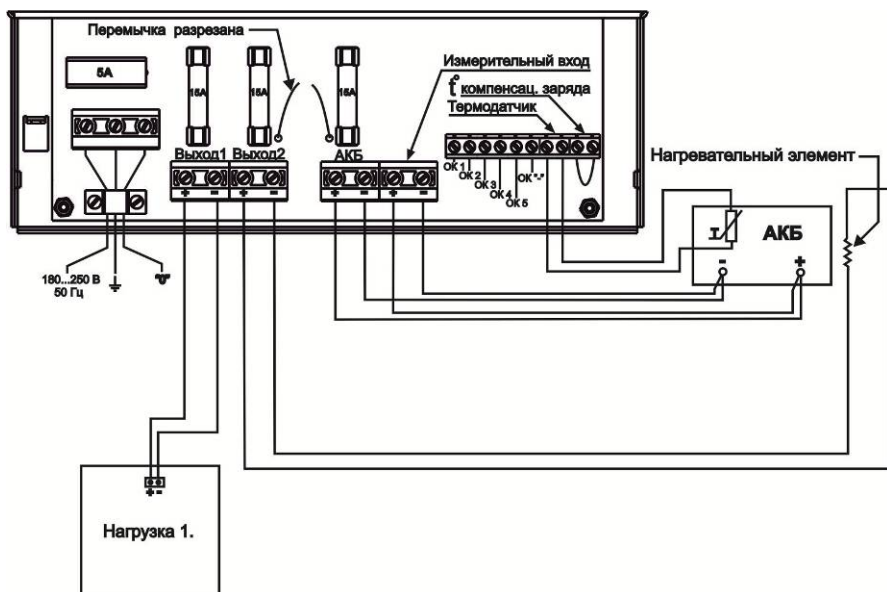

Рисунок 5 – подключение нагревательного элемента
- При необходимости подключите нагревательный элемент (см. рисунок 5) (не входит в комплект поставки) к контактам колодки «Выход 2». Перережьте проводную перемычку (поз.13 рисунок 1). Оголенные концы провода изолируйте электроизолирующим материалом. Закрепите нагревательный элемент на АКБ согласно эксплуатационной документации на нагревательный элемент.